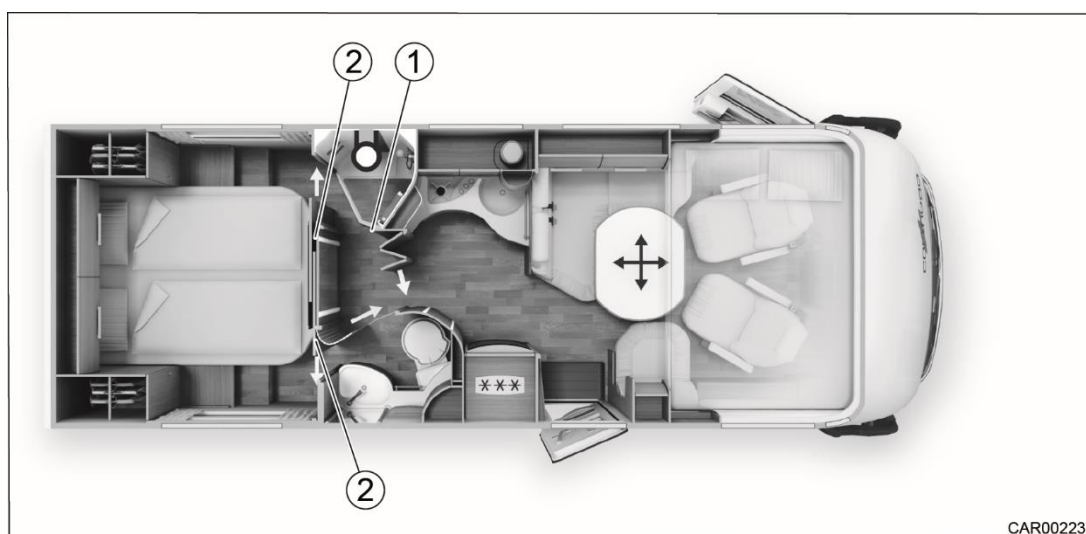

Fig. 84 Création d'un dressing entre l'élément de séparation et le lit central
1. Ouvrir la ferrure de la porte coulissante (Fig. 84/1) pour débloquer la porte pliante.
3. Ouvrir les bouton-pressions (Fig. 84/2) pour desserrer les blocages de la paroi de séparation.